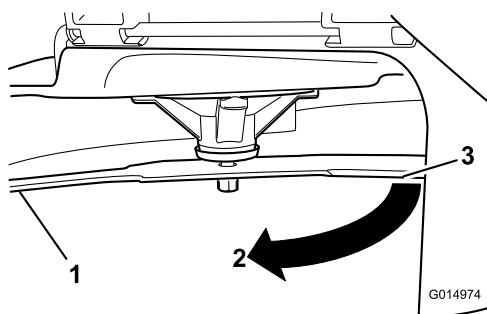

Figura 45
3. Distancia medida entre la cuchilla y la superficie (A)
4. Gire la misma cuchilla 180 grados de manera que el otro filo de corte esté en la misma posición (Figura 45).